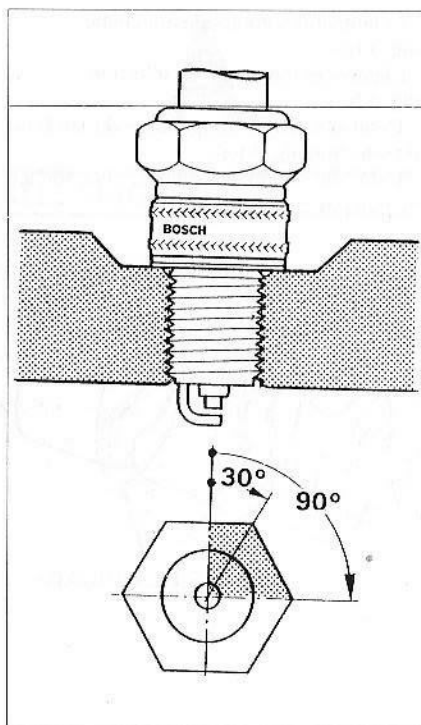

FIG. 4 (BOSCH)
- Bougie neuve : serrer à la main jusqu'au blocage puis ajouter 90° de rotation supplémentaire (1/4 d'heure d'équivalent cadran) à l'aide d'une clef appropriée. (fig. 4).
- Bougie usagée : serrer à la main jusqu'au blocage puis ajouter 30° de rotation supplémentaire (5 mn d'équivalent cadran) à l'aide d'une clef appropriée. (fig. 4).